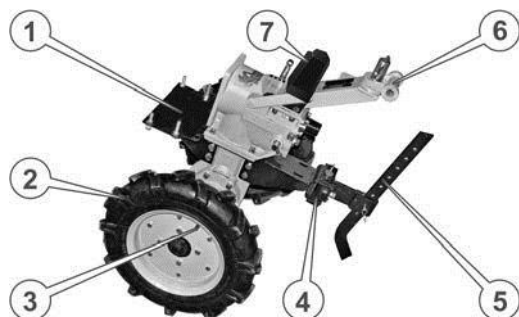

Рисунок 6. – Стійке положення мотоблока на сошнику
7. Поставити центральний вузол на колеса, утримуючи його від падіння вперед або назад. Встановити в причіпну цапфу регулятор глибини обробки ґрунту, зафіксувати його пальцем і шплінтом, підняти регулятор у крайнє верхнє положення й обперти на нього мотоблок, який Ви складаєте (див. рисунок 6.)
9. Вставити тягу (2) (див. рисунок 6.) відкидної передньої опори в отвір кронштейна (1), який розташований на правій (у напрямку руху мотоблока) стороні редуктора, пропустити її під тягою (3) механізму блокування правої півосі та під задньою балкою (4) кріплення двигуна.